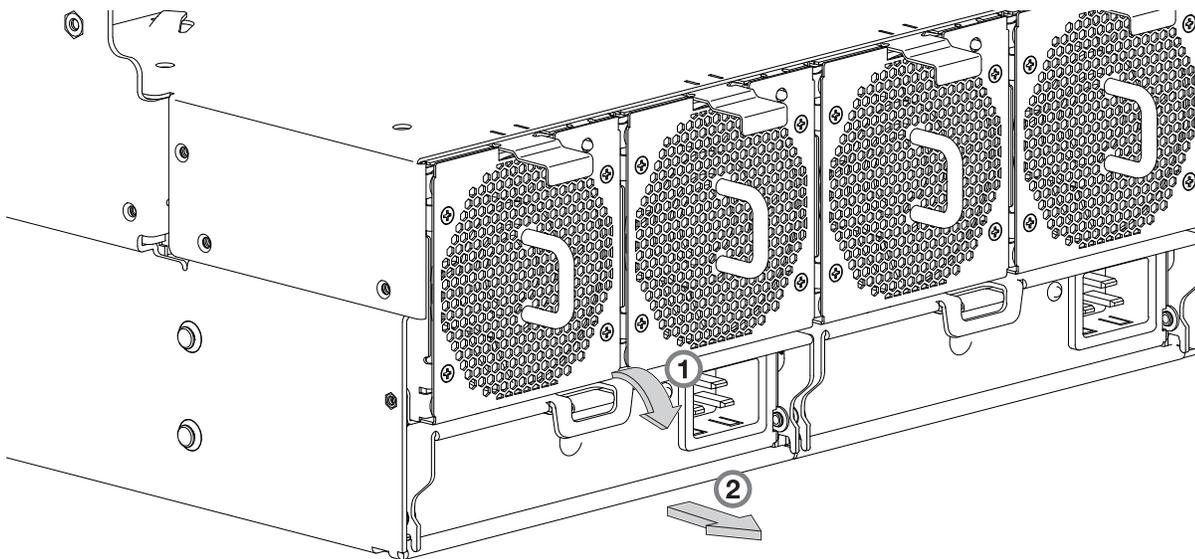
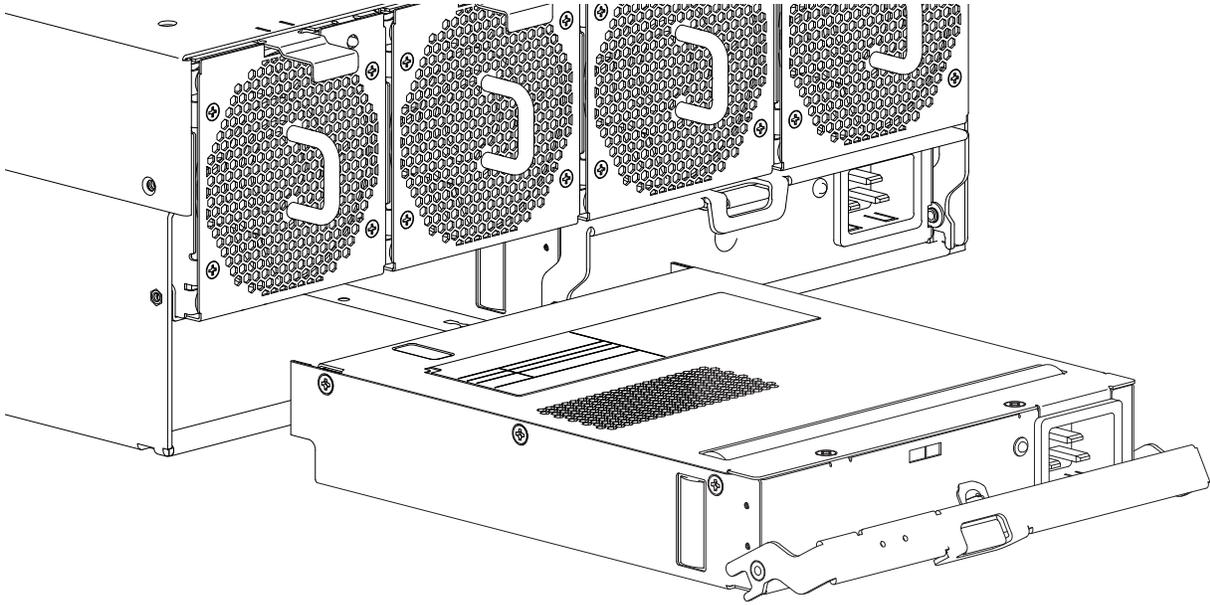

Рисунок 62. Удаление PSU (1 из 2)
Рисунок 63. Удаление PSU (2 из 2)
Поверните рукоять наружу для извлечения PSU из корпуса, как показано на рисунке рис. 62.
8. Удерживая рукоять извлеките PSU, поддерживая его снизу двумя руками, как показано на рисунке рис. 63 на стр. 77.
Перед выполнением данной процедуры рассмотрите рис. 62 на стр. 76 и рис. 63, игнорируя стрелку-указатель, поскольку вам предстоит установить модуль в разъем, а не извлечь.